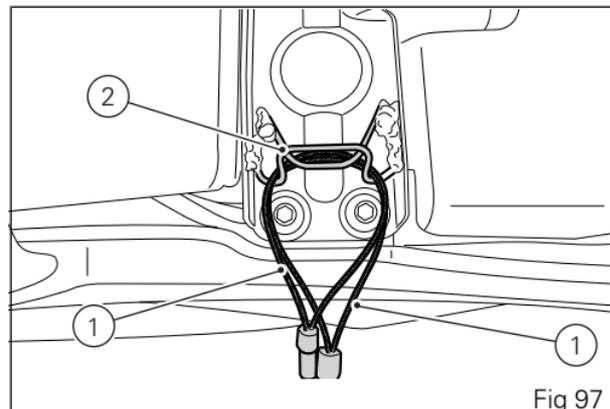

Fig 97
(1) nei perni (2) è mostrato in (Fig 97).